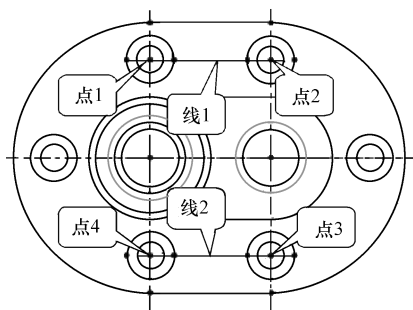

图 10-139 绘制直线
(27) 单击鼠标中键完成参照选取，在图形区依次拾取刚才定义的参照点1、点2，绘制直线1；依次拾取参照点3、点4，绘制直线2，如图 10-139 所示。